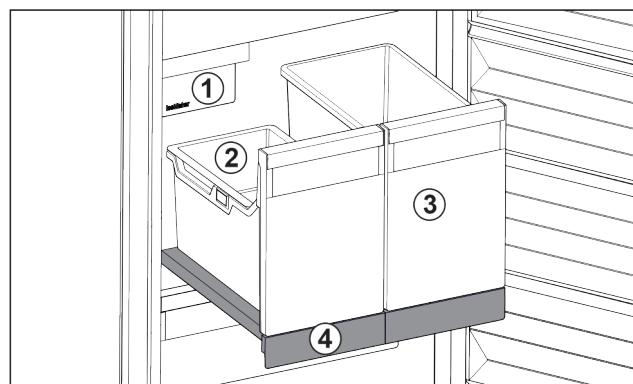

Fig. 22 Vysouvací příhrádka s IceTower
Na vysouvací příhrádce jsou dvě vysoké nádoby (IceTower). V nádobě Fig. 22 (2) se shromažďují a skladují kostky ledu z IceMaker. Nádoba Fig. 22 (3) se hodí pro skladování vysokých potravin jako pizzy nebo alkoholické nápoje.